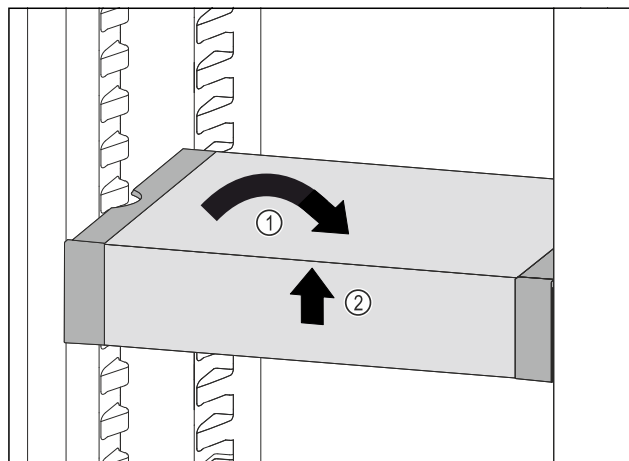

Fig. 108
- ▶ Placer VarioSafe lige. Fig. 108 (1)
- ▶ Løft VarioSafe op foran. Fig. 108 (2)